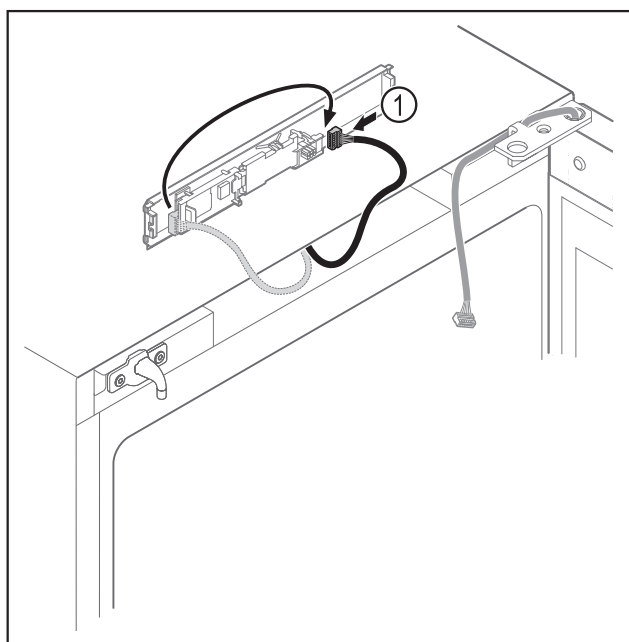

Fig. 16
- Stekker Fig. 16 (1) op printplaat verwisselen.